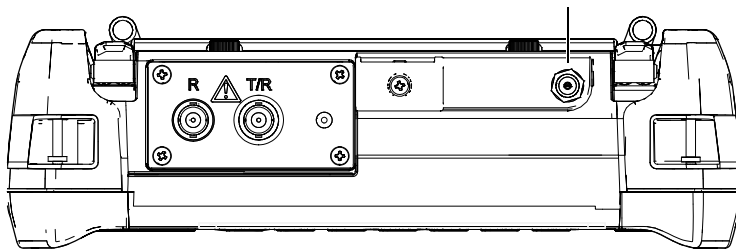

図 4-2 アダプタコネクタ
AC 電源は、専用のチャージャー / アダプタにより EPOCH 600 探傷器に電源を供給します。チャージャー / アダプタは、一般的な AC 電源入力を備えており、周波数 50 Hz ~ 60 Hz の 100-120 VAC または 200-240 VAC で動作します。チャージャー / アダプタ出力を EPOCH 600 の AC アダプタプラグにつなぎます (80 ページ図 4-2 参照)。
3. チャージャー/アダプタの DC 出力電源ケーブルを、アダプタコネクタにつなぎます (80 ページ図 4-2 参照)。